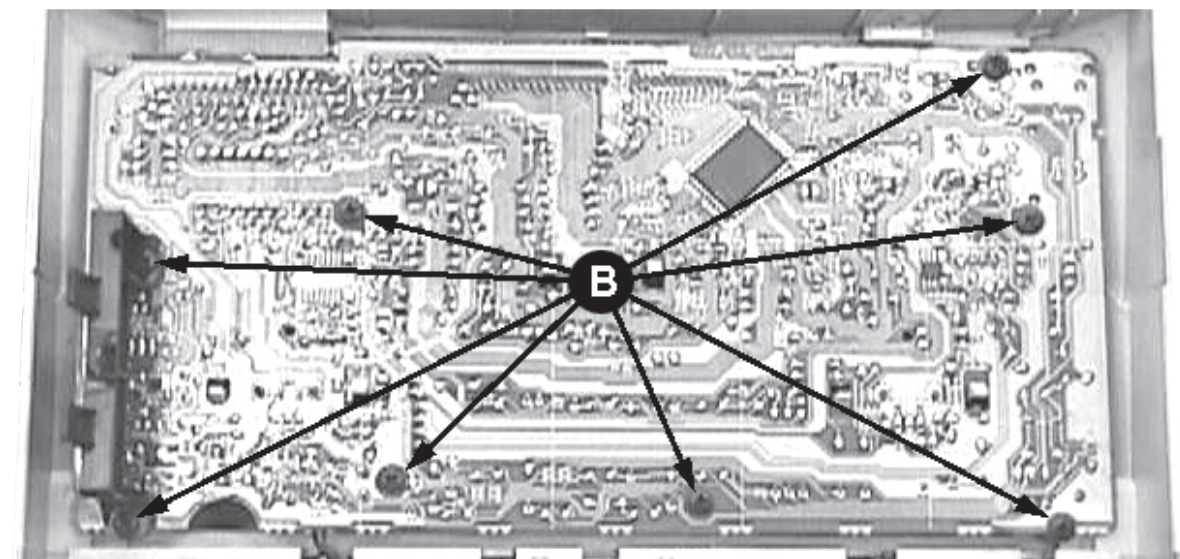

Figura 5
- 1) Solte os 2 parafusos inferiores do painel Frontal (pos101) na placa inferior (pos 265).
- 3) Remova os botões de Volume e Jog Rotary se o painel precisar ser desmontado. Para a versão Karaokê, o botão karaokê (pos 133) também precisa ser removido.
- 4) Solte os 8 parafusos B para remover o painel Frontal como mostra a figura 5.